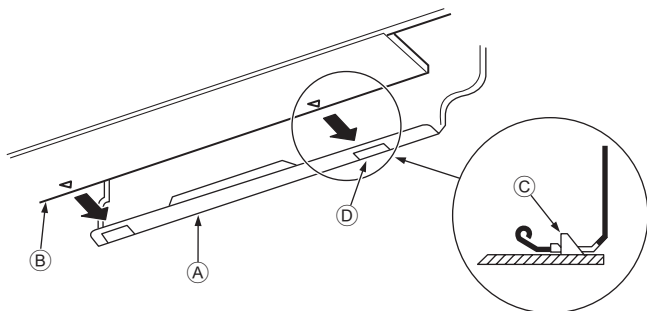

Fig. 3-16
3. Lors de l'insertion du tuyau de réfrigérant et le tuyau d'écoulement dans l'orifice mural d'insertion (manchette de pénétration), accrocher la partie supérieure de l'appareil intérieur sur la planche d'installation ①.
5. Fixer en poussant la partie inférieure de l'appareil intérieur sur la planche d'installation ①. (Fig. 3-16)
- \* Vérifier que les boutons en bas de l'appareil intérieur sont correctement maintenus sur la planche d'installation ①.
- ① Planche d'installation
- ② Appareil intérieur
- ③ Crochet
- ④ Orifice carré